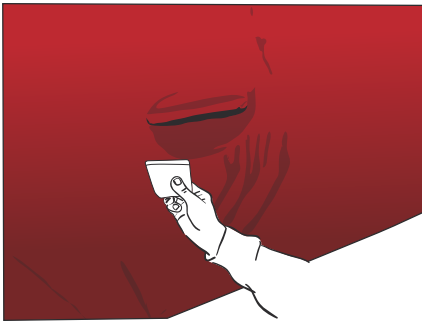

Abbildung 21
- › Die Folie über die Türgriffe spannen und dann mit der Rakel die Folie um die Türgriffe herum anbringen. (Abb. 21)